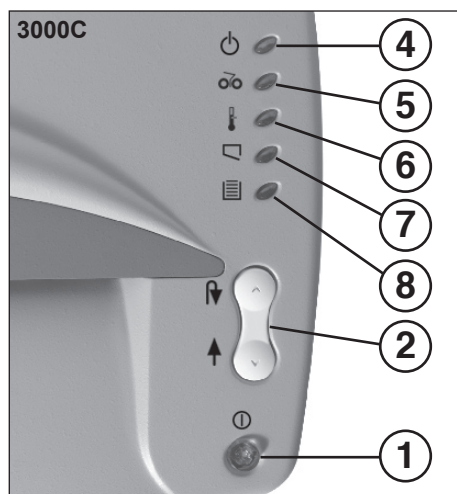

Fig. 1
- 1 = Pulsante „Pronto funzione“ (Fig. 1)**
- 2 = Pulsante a scorrimento (Fig. 1) (avanti / indietro)**
- 4 = Spia di controllo „Pronto funzione“ (Fig. 1)**
- 5 = Spia di controllo „inceppamento del materiale“ (Fig. 1)**
- 6 = Spia di controllo (Fig. 1) „Sovraccarico motore“**
- 7 = Spia di controllo (Fig. 1) „Manca il contenitore“**
- 8 = Spia di controllo (Fig. 1) „Contenitore colmo“ / „Inversione rotazione“**
- Innestare la macchina premendo il pulsante (1) (Fig. 1). La spia di controllo (4) (Fig. 1) si accende.
**Avvertenza:** se si vogliono trinciare pellicole trasparenti, la macchina deve essere inserita a mano su modalità di scorrimento in avanti (inserire pulsante a scorrimento (1) (Fig. 1) in posizione „↑“).
Prima di raggiungere il livello di riempimento massimo del contenitore, che farebbe disinnestare automaticamente la macchina, viene emesso fino a tre volte un allarme acustico per avvertire che il contenitore deve essere svuotato. Se il contenitore di raccolta è pieno, la macchina si disinnesta. La spia di controllo (8) (Fig. 1) si accende.
- Rimuovere il contenitore di raccolta dalla parte anteriore e svuotare il suo contenuto. La spia di controllo (7) (fig. 1) si accende.
Assicurarsi che durante la notte l'apparecchio sia sempre disinserito (pulsante (1) (fig. 1)).
- La spia di controllo (5) (Fig. 1) si accende.
- Inserire brevemente il pulsante a scorrimento (1) (Fig. 1) in posizione „↑“.
- La spia di controllo (5) (Fig. 1) si spegne.
Sollecitando il motore oltre i limiti avviene il blocco. La spia di controllo (6) (Fig. 1) si accende. Disinserire la macchina tramite il pulsante (1) (fig. 1).